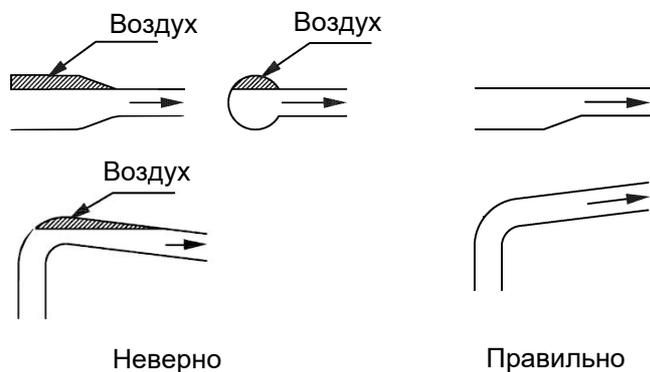

Рисунок 3
- Перед подключением насоса необходимо прочистить впускной трубопровод. Для защиты от возможных загрязнений трубопровода за 0,5-1 м перед входом в насос рекомендуется установить временный сетчатый фильтр (особенно в случае расхода менее 8 м³/ч). При монтаже впускного трубопровода следует предотвратить образование воздушных пробок уклоном и конфигурацией линии, см. рис. 3.